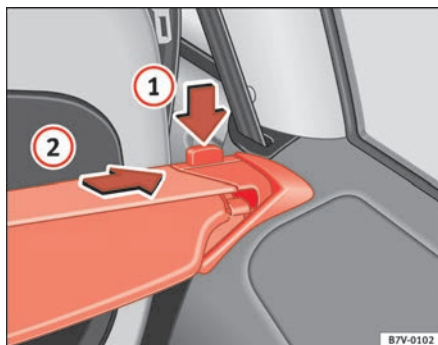

Abb. 113 Gepäckraumabdeckung: Halterung auf der rechten Seite
- Drücken Sie die Entriegelungstaste (bei aufgerollter Gepäckraumabdeckung) ⇒ Abb. 113 (1) in Pfeilrichtung und nehmen Sie die Gepäckraumabdeckung nach oben aus der rechten Halterung.
- Ziehen Sie die Abdeckung in Pfeilrichtung (2) aus der linken Halterung heraus und nehmen Sie die Gepäckraumabdeckung aus dem Fahrzeug.